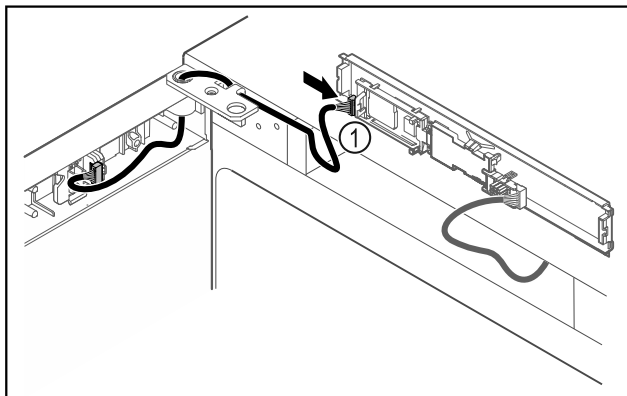

Fig. 50
- Natakните utikač Fig. 50 (1) na tiskanu pločicu.